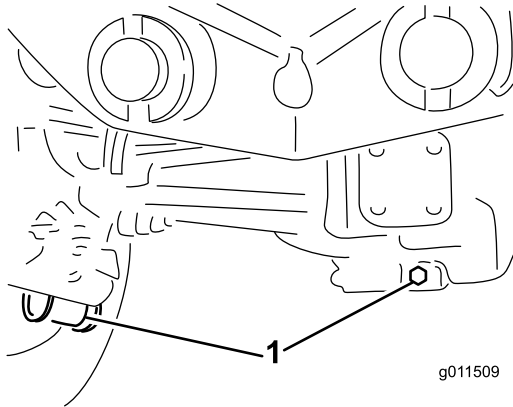

Bild 96
2. Reinigen Sie den Bereich um die drei Ablassschrauben, d. h. jeweils eine an beiden Enden und eine in der Mitte (Bild 96).